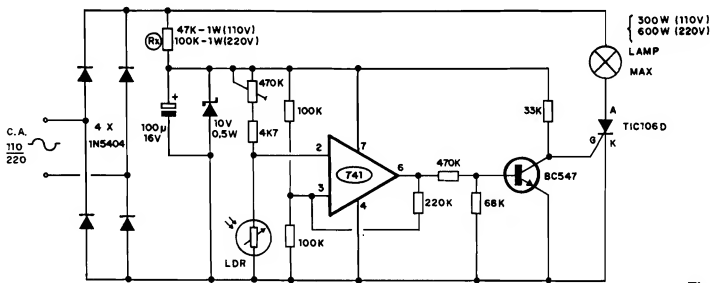

Fig. 1
- FIG. 1 - DIAGRAMA ESQUEMÁTICO DO CIRCUITO - Toda a sofisticação do circuito (se comparado a outros projetos com "intenções" semelhantes...) está no uso de um sensível comparador de Tensão, baseado num Integrado 741 cujas duas Entradas (a inversora, no pino 2, e a não inversora, no pino 3...) fazem o sensoramento de dois "nós" de uma ponte resistiva (um dos métodos mais precisos e sensíveis para se avaliar mesmo pequenas modificações das grandezas Resistência ou Tensão...), da qual um ramo é formado pelo conjunto equilibrado, determinado pelo "totem" de dois resistores de 100K, colocando
O lado não cobrado da placa mostra todos os principais componentes, relacionados e estilizados por valores, códigos, polaridades e outros detalhes importantes, a partir dos quais fica muito fácil ao leitor acomodar corretamente as peças nos seus devidos lugares (e em posições corretas...). Os maiores cuidados devem ser dedicados à colocação dos componentes polarizados: o Integrado 741 com sua extremidade marcada voltada para o resistor de 4K7, o SCR TIC106D com sua lâmina metálica virada para a posição ocupada pelo resistor de 68K, o transistor BC547 com seu lado "chato" virado para o resistor de 33K, o diodo zener com sua extremidade de catodo (marcada pelo anel ou faixa) apontando para o eletrolítico de 100µ, este com seu terminal positivo posicionado junto à borda próxima da placa, e, finalmente, os 4 diodos maiores (1N5404) com suas extremidades marcadas voltadas para a face "superior" na placa (na posição em que o Impresso é visto, na figurs...). Verifiquem também a posição de R₁, cujo valor dependerá (ver "Esquema" na FIG. 1 e a LISTA DE PEÇAS...) da tensão da rede local... (quanto aos resistores comuns, atenção para não "trocar as bolas" no que se refere aos valores, em função das posições ocupadas... Terminadas todas as inserções e soldagens, verificar cada posição, valor, código, polaridade, pontos de solda (peço outro lado da placa...), e só então "amputar" os excessos das